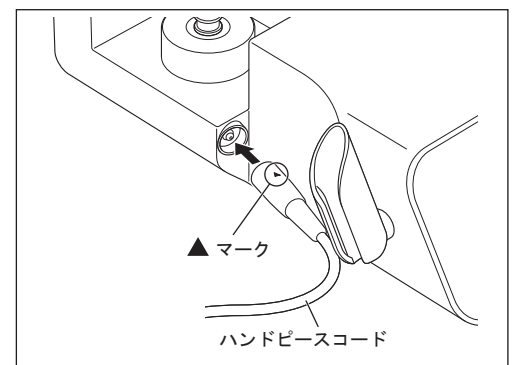

図6
- ▲ マークを上にして、ハンドピースコードコネクタをハンドピースコードソケットの奥まで挿し込みます（図6）。